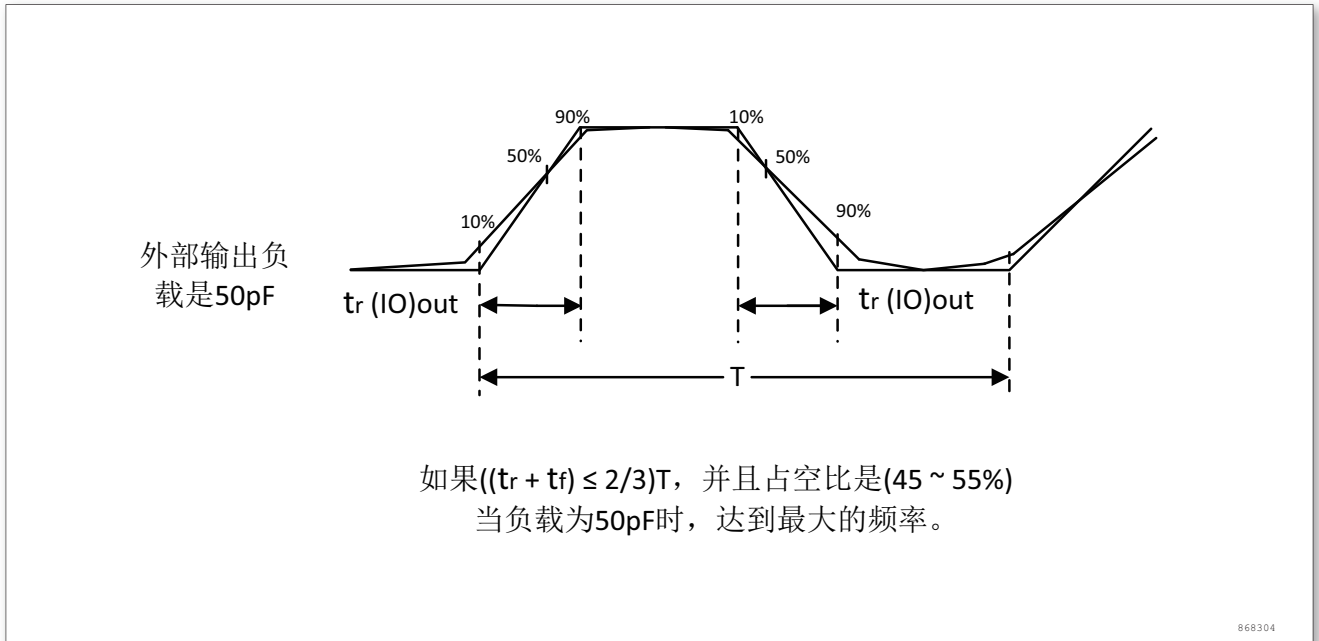

图 13. 输入输出交流特性定义
输入输出交流特性的定义和数值分别在图 13和表 28给出。
2. 最大频率在图 13 中定义。